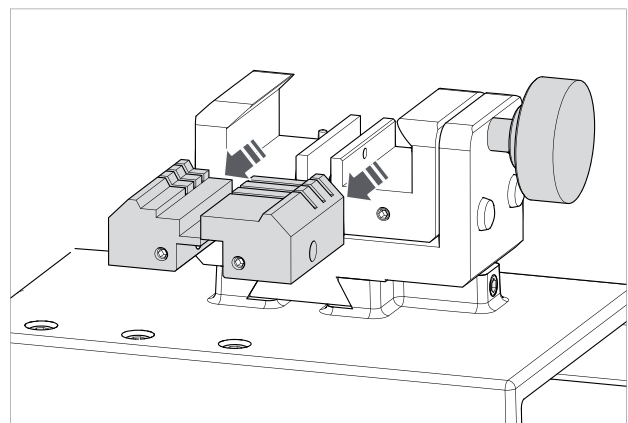

Fig. 52
- 3) Empujar con los dedos desde la parte trasera de la mordaza la quijada a sacar, extrayéndola hacia el operador (Fig. 52).